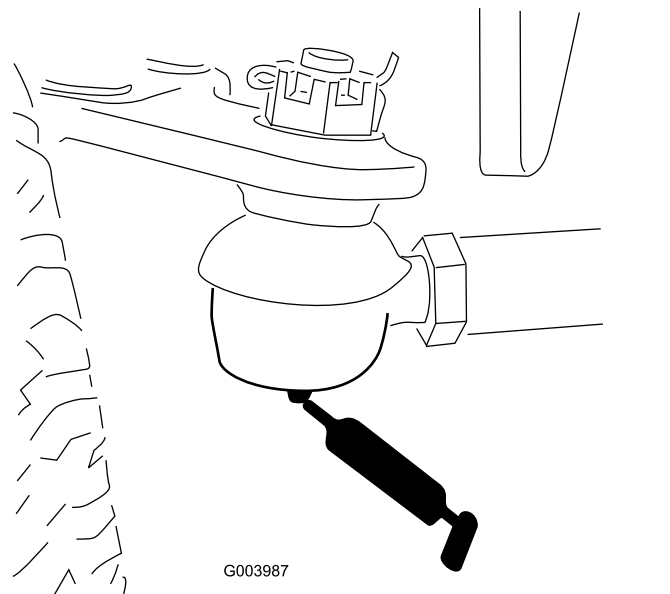

Figura 80
- Tirante del ponte posteriore (2) (Figura 80)